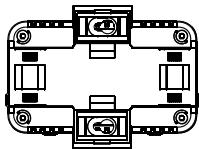

Рис. 3
1. Установите крепежные вставки не задвигая их до упора. Вставки устанавливаются в пазы на широкой стороне корпуса с тыльной стороны прибора Рис. 3.